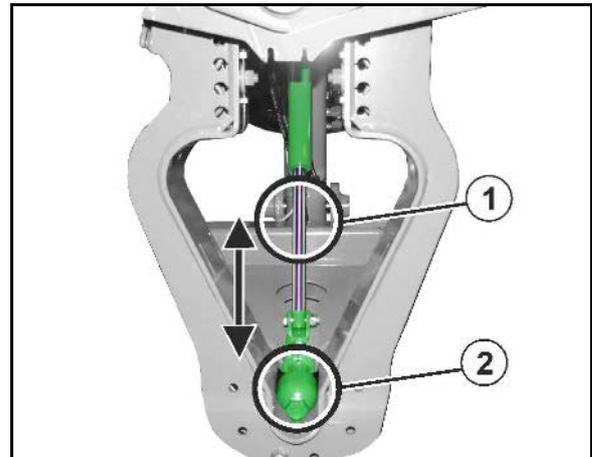

Fig. 95
Desbloquear la compensación de oscilaciones (Fig. 95/1):
- La compensación de oscilaciones (Fig. 95/1) se desbloquea y el varillaje de pulverización desplegado puede oscilar libremente enfrente del soporte del varillaje. En este caso se ha omitido el dispositivo de protección de la compensación de oscilaciones para facilitar la comprensión.
Bloquear la compensación de oscilaciones (Fig. 95/2):
- La compensación de oscilación está bloqueada (Fig. 95/2) cuando en la pantalla del terminal de mando aparece el símbolo del candado cerrado.